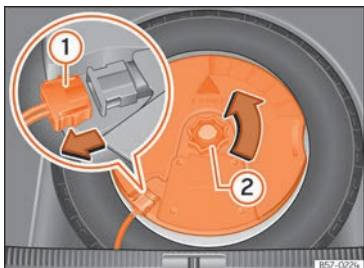

Abb. 210 Im Gepäckraum: Subwoofer ausbauen.
- Klemmen Sie das Subwoofer-Lautsprecherkabel ab »» Abb. 210 ①.
- Drehen Sie das Befestigungshandrad entgegen dem Uhrzeigersinn heraus »» Abb. 210 ②.